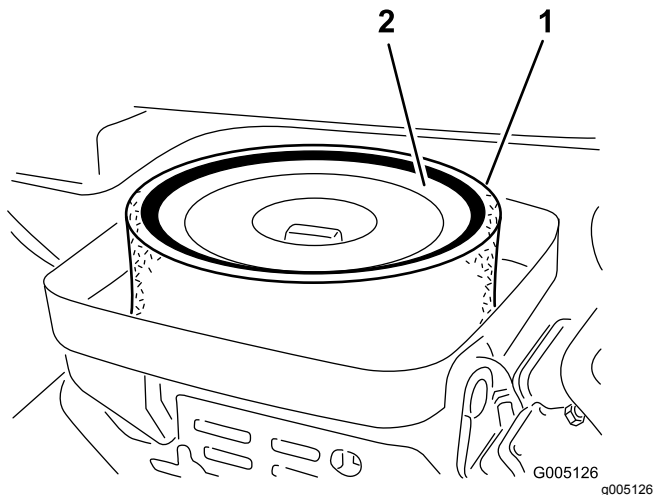

Figura 25
3. Retire a porca que fixa os elementos de filtragem ao corpo do filtro de ar (Figura 25).
4. Se o elemento de esponja se encontrar sujo, deverá retirá-lo do elemento de papel (Figura 25). Limpe-o cuidadosamente, da seguinte forma: